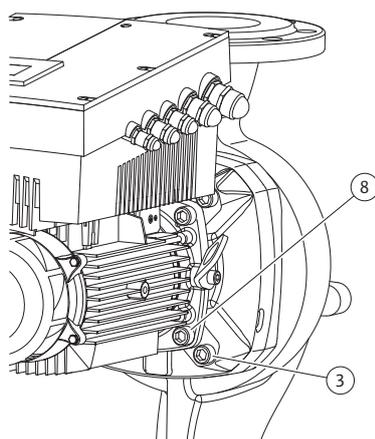

Fig. 50: Fissaggio opzionale del set di innesto
- Allentare e rimuovere le viti (fig. 7, pos. 3). A seconda dei tipi di pompa si devono utilizzare le viti esterne (fig. 50, pos. 3). Il set di innesto (vedi fig. 13) dopo la rimozione delle viti rimane al sicuro nel corpo pompa, anche in caso di posizione orizzontale dell'albero del motore non sussiste pericolo di ribaltamento.
- A seconda del tipo di pompa allentare le viti (fig. 7, pos. 10) o in alternativa le viti (fig. 50, pos. 8).
22. Spingere cautamente la lanterna sull'albero e posizionarla nella posizione precedente o nella nuova posizione angolare desiderata rispetto alla flangia motore. Attenersi alle posizioni di montaggio ammesse per i componenti (vedi capitolo 7.1 "Posizioni di montaggio ammesse e modifica della disposizione dei componenti prima dell'installazione" a pagina 86). Fissare la lanterna alla flangia motore con le viti (fig. 7, pos. 10) **o**, nel caso dei tipi di pompa/lanterna secondo (fig. 50), con le viti (fig. 50, pos. 8).